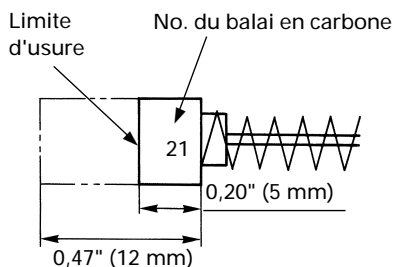

Fig. 7
4. Contrôle des balais en carbone (Fig. 7)
REMARQUE: Utiliser le balai en carbone HITACHI No. 21 indiqué sur la figure 7.